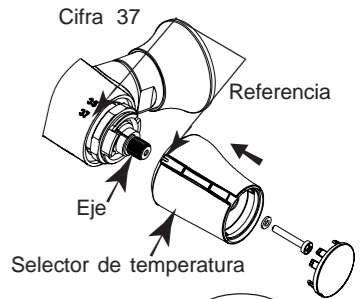

Fig. 3
- Volver a montar el selector de temperatura (sin girar el eje) alineando la cifra 37 con la referencia de nivel (ver fig. 3), fijar el conjunto con la ayuda de tornillo.